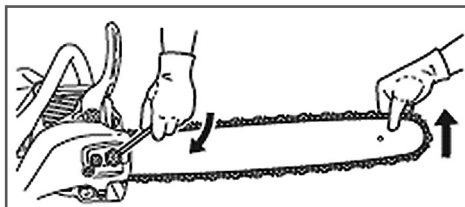

Рис. 4 Затяжка гаек крепления шины
- Затяните гайки крепления крышки шины ключом, как показано на Рис. 4.